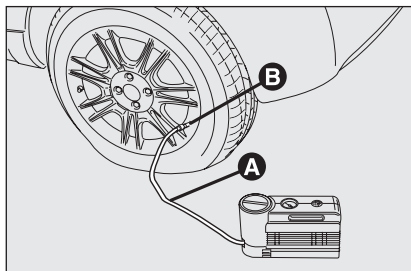

fig. 4
- Serrer le frein à main. Dévisser le capuchon de la valve du pneu, enlever le tuyau flexible de remplissage A-fig. 4 et visser la bague B sur la valve du pneu;